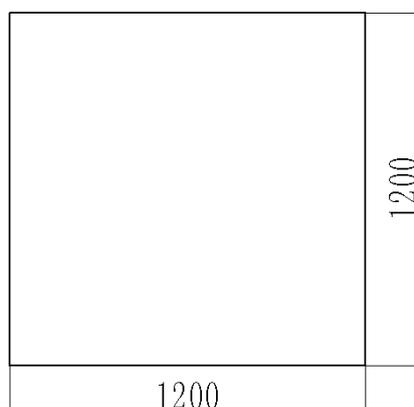

图 3 机器人协同装配赛比赛场地
1、协作搬运机器人比赛场地如图 3 所示，长度 1200mm，宽度 1200mm，厚度 10mm，木质。置于室外地面。